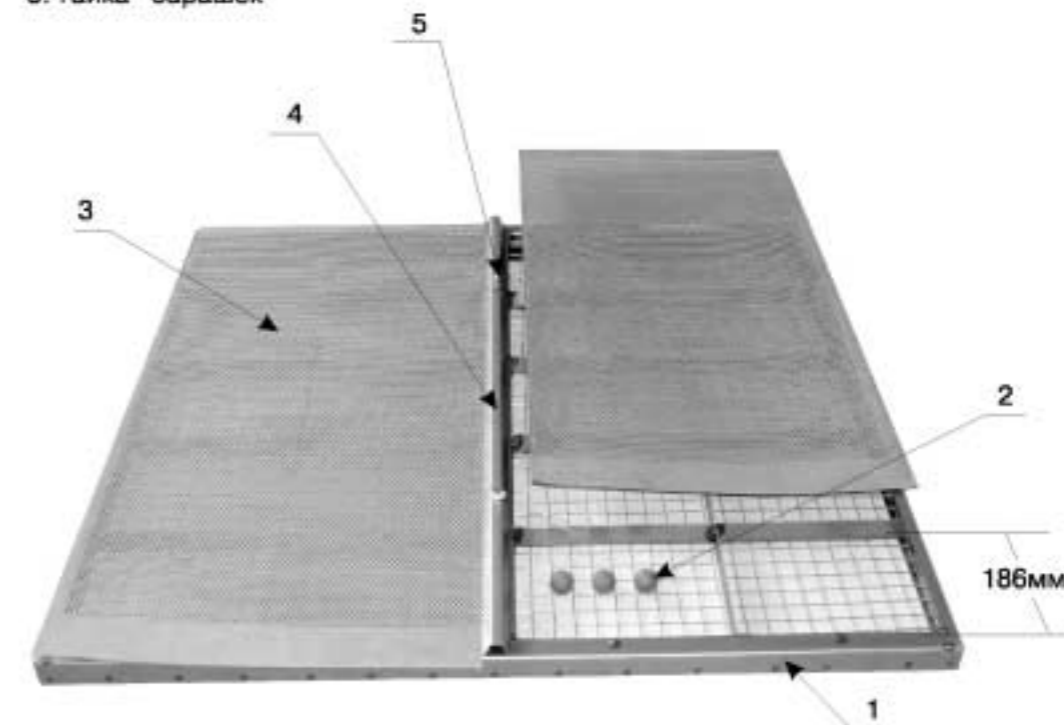

Рис.6
4.4. Активатор с решетками (рис. 6) состоит из корпуса 1 с шириной между перегородками 186мм, шариковые очистители 2 укладываются в каждую ячейку по 3 шт., решета только с круглыми отверстиями крепятся планкой 4 и гайками 5.